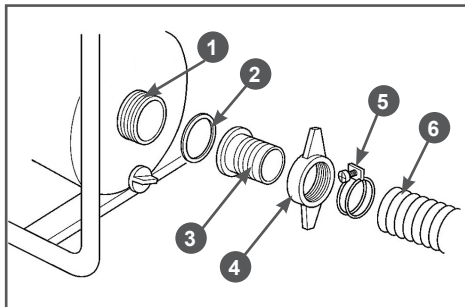

Рис. 8 Установка всасывающего рукава
2. Установите патрубок 3 через уплотнительное кольцо 2 к всасывающему фланцу 1 насоса и плотно затяните гайку 4 патрубка (Рис. 8).
3. Наденьте до упора всасывающий рукав 6 на патрубок 3 и затяните его хомутом 5 (Рис. 8).